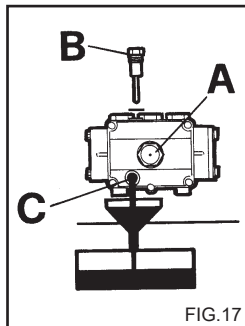

FIG. 17
- 2) Den Deckel mit dem Kontrollstab (Fig.17) aufdrehen.